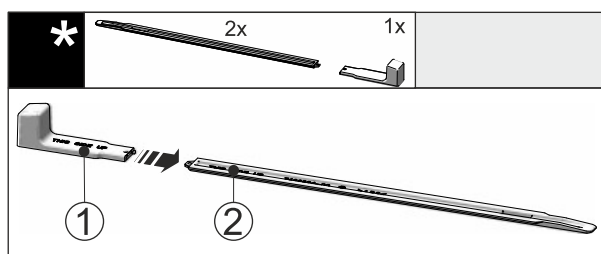

Fig. 50
- Вставьте монтажную ручку Fig. 50 (1) в выравнивающую рейку Fig. 50 (2).